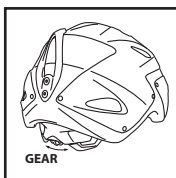
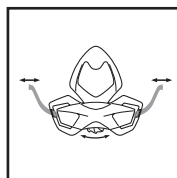

Figure 3
Figure 4
- Recherchez le système In Form derrière votre tête au niveau du lobe occipital (Figure 3). Appuyez avec le pouce sur le disque In Form vers le haut puis tournez-le dans les aiguilles d'une montre pour serrer la fixation. Pour détacher la fixation, appuyez simplement avec le pouce sur le disque In Form vers le haut puis tournez-le dans le sens contraire des aiguilles d'une montre (Figure 4). Le système d'adaptation doit être serré mais pas de trop pour devenir inconfortable à porter.